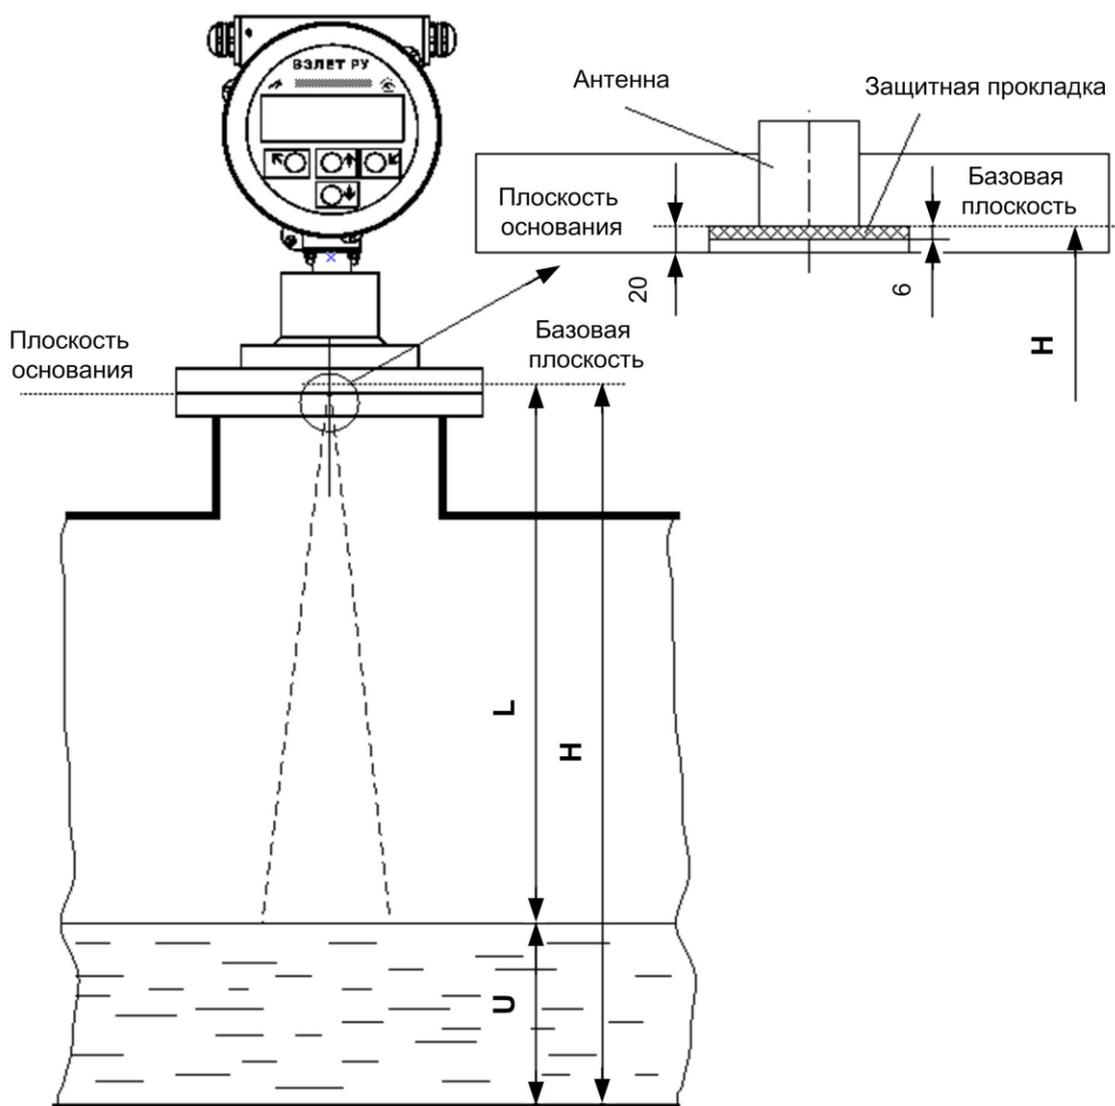

Рисунок 1 – Настраечные параметры уровнемера
где  $H$  – высота установки (см. рисунок 1).
4.1.2 Базовой плоскостью измерительного диапазона прибора (см. рисунок 1) является плоскость, расположенная на расстоянии 20 мм от основания корпуса прибора или 6 мм от поверхности защитной прокладки из фторопласта.